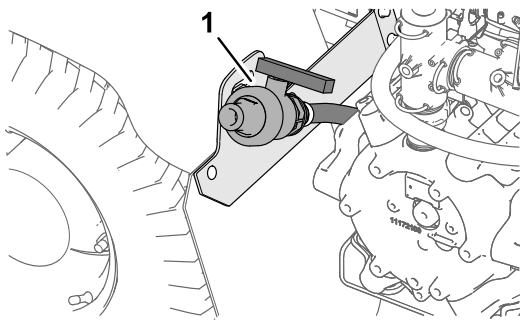

図 49
2. 車両左後部のフェンダにあるタンクドレンバルブを探し出す 図 49。